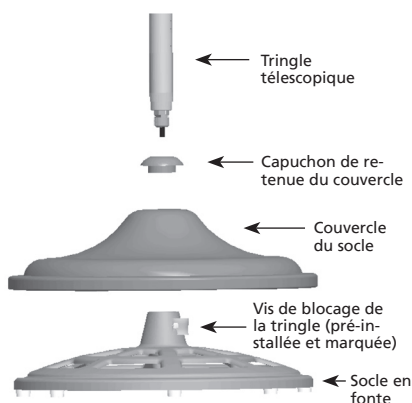

FIGURE 5
5. Le socle de fonte étant posé sur le sol, placer le couvercle du socle au-dessus de celui-ci. Voir Figure 5.
8. Soulever soigneusement le capuchon de support de couvercle et le couvercle du socle en faisant attention à ne pas rayer la surface de la tringle télescopique et repérer la vis de blocage de la tringle (pré-installée et marquée) sur le col du socle en fonte. Voir Figure 5.
9. Utiliser une clé ajustable pour serrer la vis de blocage (pré-insérée et marquée) jusqu'à ce qu'elle bute contre la tringle télescopique. Voir Figure 5.